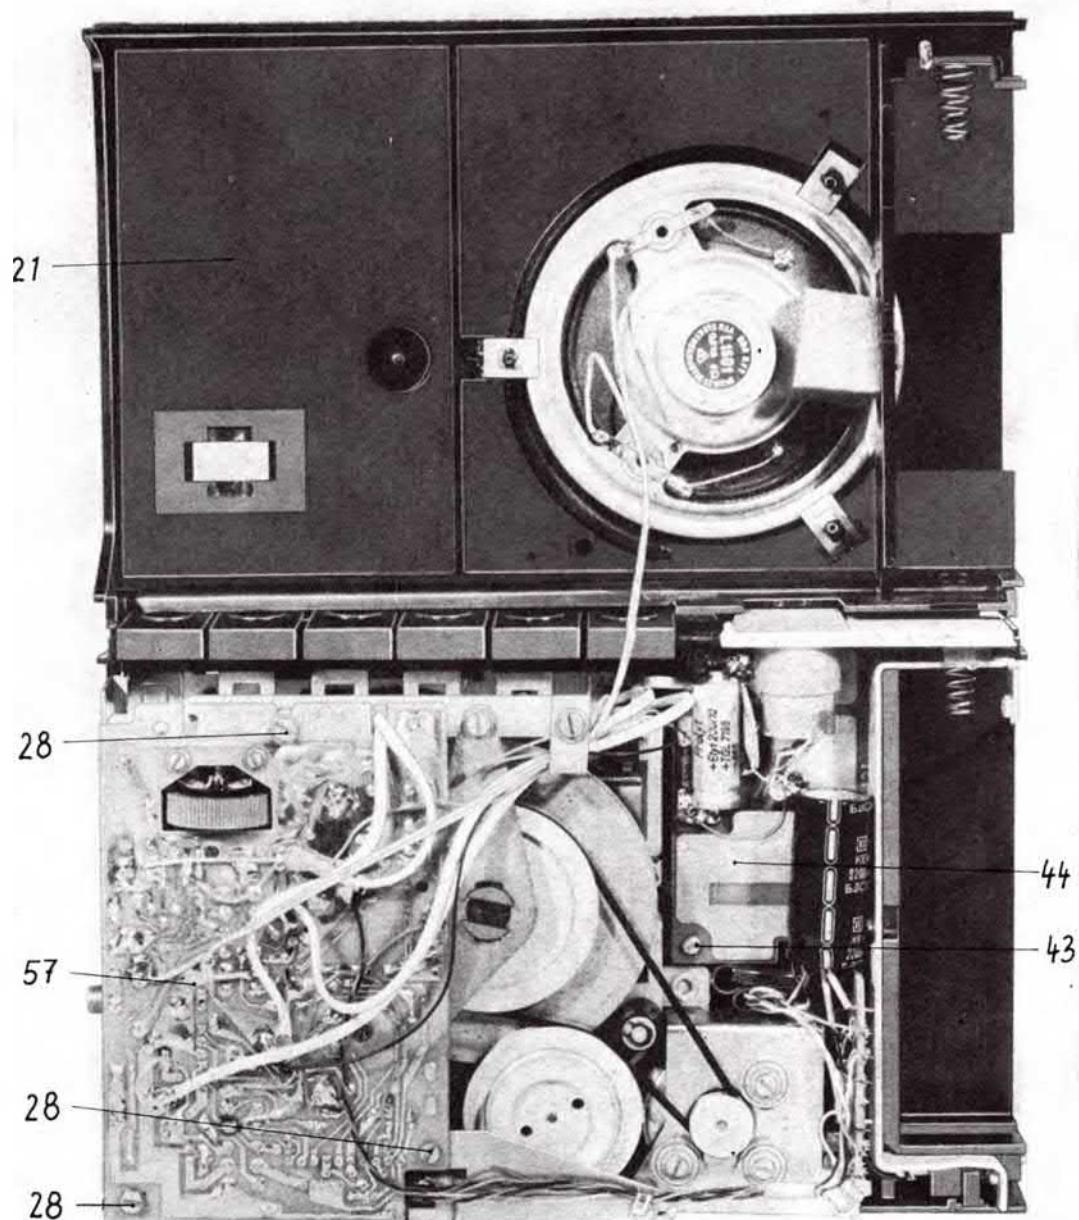

Abb. 3
Wird nun das Gerät mit dem Kassettendeckel nach unten auf eine weiche Unterlage gelegt, kann das Oberteil (21) abgenommen und auf Grund der langen Lautsprecherzuleitungen unter das Gerät gelegt werden. Im Bedarfsfall läßt sich die Mikrofonhalterung (22), soweit es die Anschlußdrähte zulassen, herausnehmen. Bild 3 zeigt das geöffnete Gerät.
Macht sich das Auswechseln eines Bauelementes auf der NF-Leiterplatte erforderlich, kann diese nach Lösen der im Bild 3 gekennzeichneten Schrauben (28) umgeklappt werden.
Nach dem Lösen der Schrauben (43) und dem Abnehmen der Leiterplatte (44) (siehe Bild 3) kann der Netztrafo mit Abschirmung, Glimmlampe und Thermosicherung aus der Kammer herausgenommen werden.